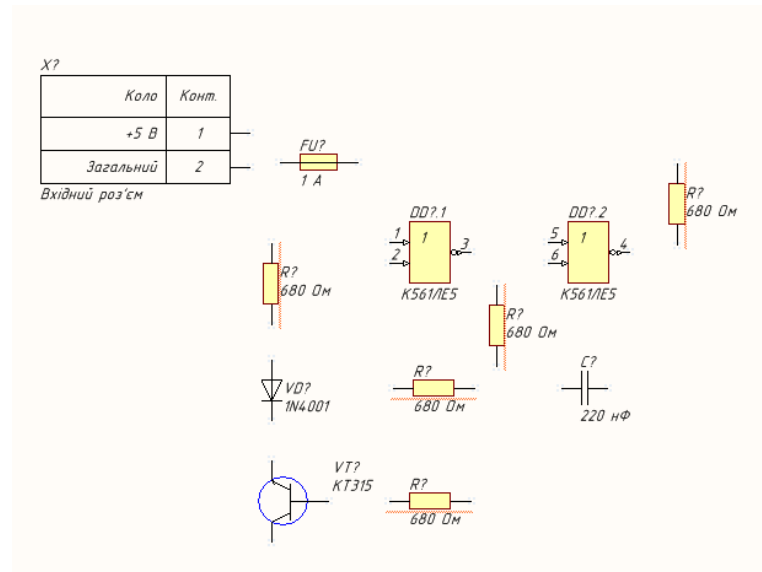

Рис. 4.6
7) Розмістіть на схемі інші компоненти приблизно так, як зображено на рис. 4.6.